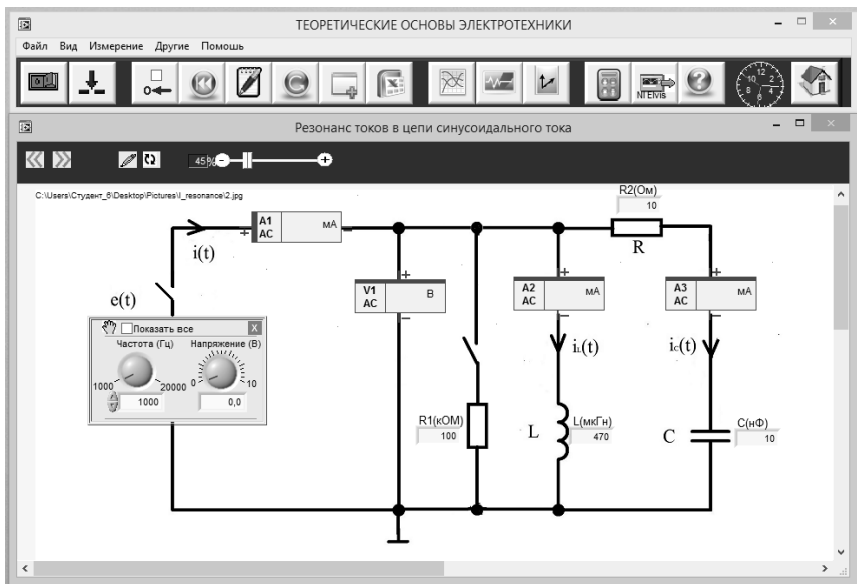

Рис. 20
электрической схемы с размещенными на ней полями компонентов и приборов рис.20.
4.3.1. Соберите на плате цепь в соответствии со схемой на рис.20. Установите номиналы сопротивлений, емкости и индуктивности в соответствии с заданным преподавателем вариантом.